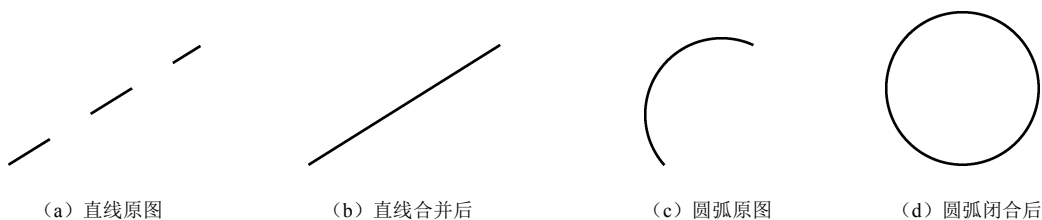

图 2-59 合并对象
利用“合并”命令可以将多个选定对象连接成一个完整的对象, 也可以将某段圆弧闭合成整圆, 如图 2-59 所示。调用命令的方式如下:
**例 2-6** 利用“合并”命令将图 2-59 (a) 所示直线合并后如图 2-59 (b) 所示。
如要将某段圆弧闭合成整圆 (如图 2-59 (c)、2-59 (d) 所示), 可在选择圆弧后按 Enter 键, 选择“闭合 (L)”选项, 按 Enter 键即可。